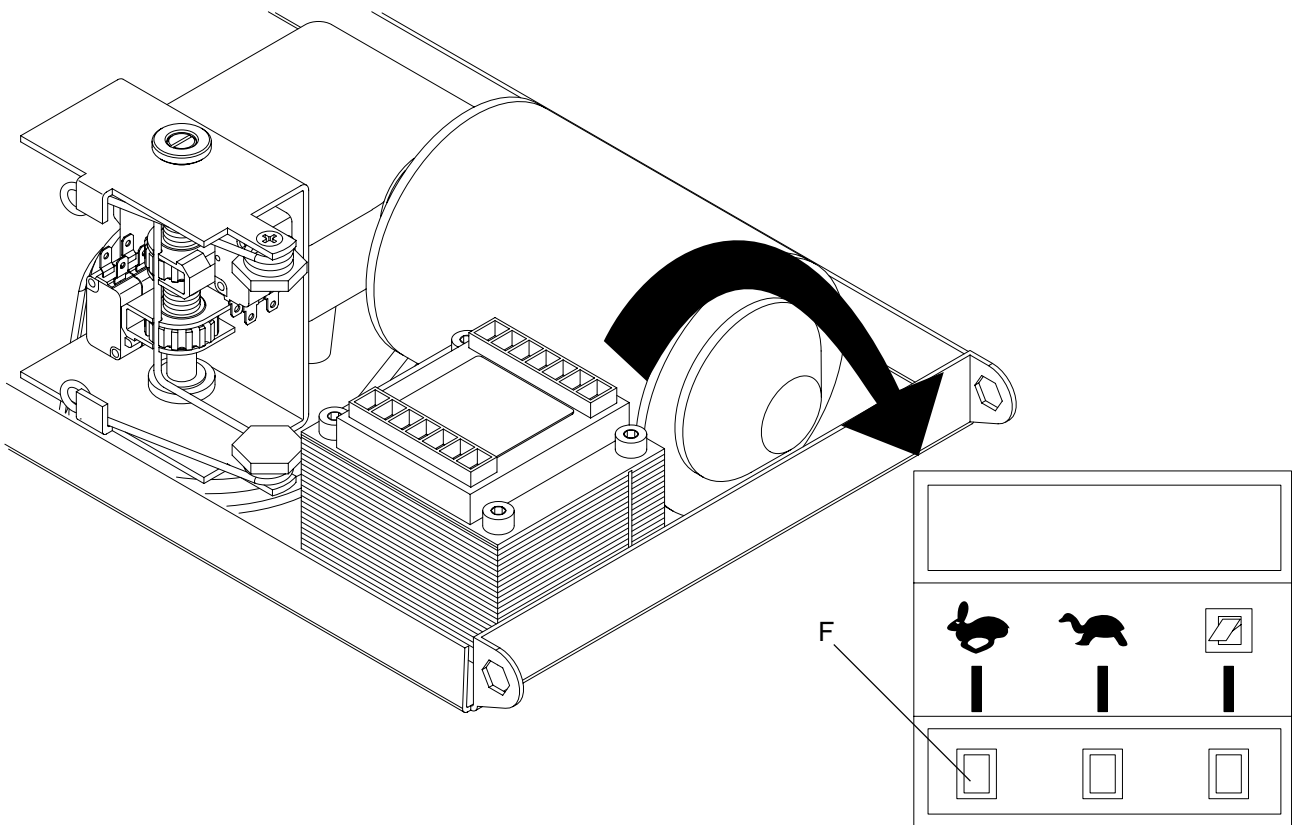

Fig.13
Spostare il fast-on F per ottenere una delle tre velocità (Fig.13):
**Move the fast-on switch F to obtain one of the three speeds (Fig.13):**
*Den Fast-On F versetzen, um eine der drei Geschwindigkeiten einzustellen (Abb. 13):*
**Déplacer le faston F pour obtenir une des trois vitesses (Fig.13):**
Desplazar el fast-on F para conseguir una de las tres velocidades (Fig.13):